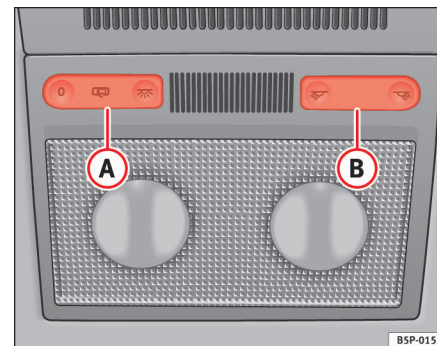

Fig. 79 Loft: kabinelys foran
Med kontakten ⇒ fig. 79 ① kan du vælge følgende positioner: ▶
Tryk kontakten i position O ⇒ side 118, fig. 79.